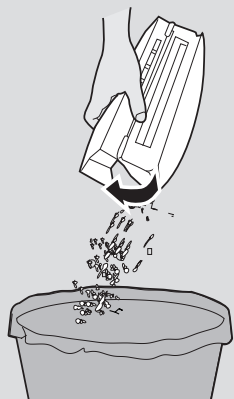

Fig. 14
2. Sostenga el depósito de polvo sobre una papelera. [Fig. 14]